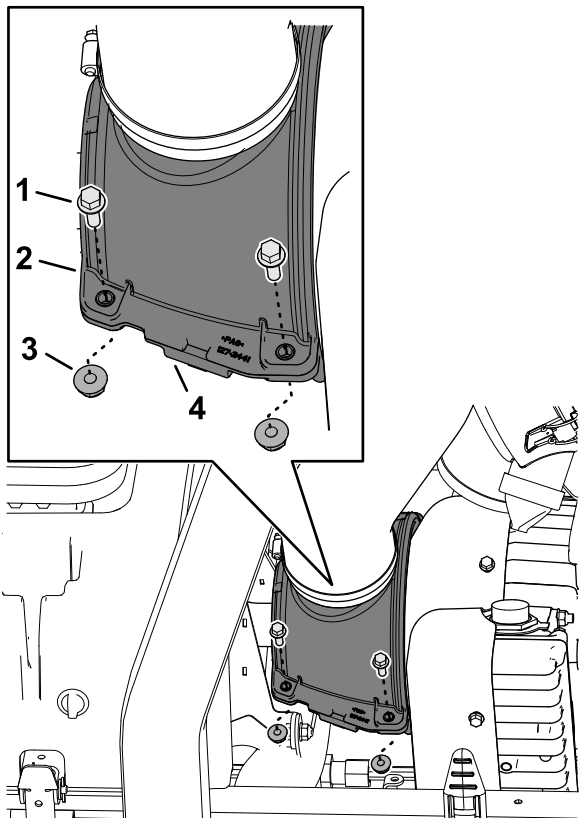

図 68
3. 上下のシュラウドと圧縮制限ピンを合わせた状態で、フランジヘッドキャップスクリュー4本とフランジロックナット4個で固定する 図 68。